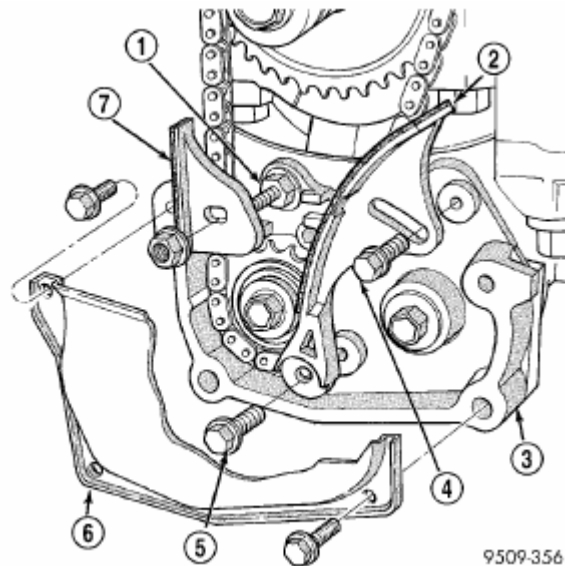
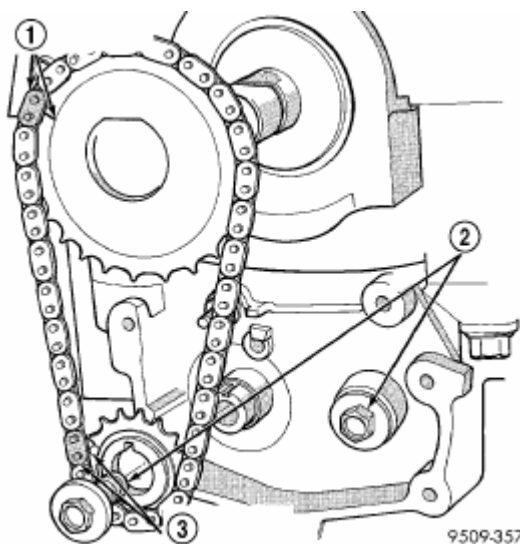
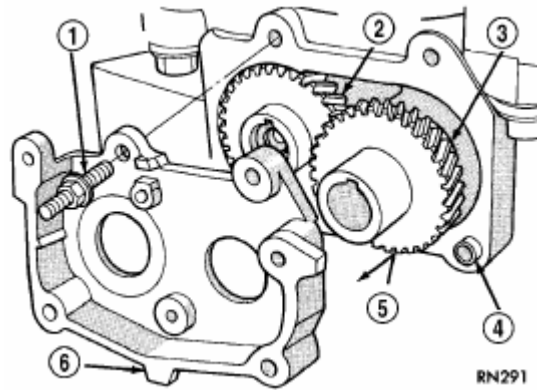

Рис. 113. Крышка цепи, направляющая и натяжитель.
Рис. 114. Приводная цепь и звездочки.
Рис. 115. Крышка шестерен и шестерни.
(3) Снять крышку цепи (Рис.113), болт звёздочки ведущего балансировочного вала и болт шестерни ведомого балансировочного вала (Рис.114).
(4) Ослабить опорный и регулировочный болты натяжителя (Рис.113) и протолкнуть ведущий балансировочный вал внутрь через звёздочку. Звёздочка останется в нижней петле цепи (Рис.114).
(5) Снять болты крепления картера балансировочных валов к блоку двигателя и снять картер.
(6) Снять направляющую, шпильку (Рис.113), крышку шестерён и шестерни (Рис.115).
(3) Установить крышку шестерен и затянуть двустороннюю шпильку с шайбой моментом 12 Н·м (105 дюйм.фунтов-силы) (Рис.115).
(10) Если установка фаз выполнена правильно, установить болты балансировочных валов и затянуть их моментом 28 Н·м (250 дюйм.фунтов-силы) (Рис.114). Поместите деревянный брусок между картером двигателя и противовесом коленвала для стопорения коленвала и шестерен от проворачивания.
(11) Натяжение цепи
(б) Расположить направляющую на двусторонней шпильке, убедиться, что лапка направляющей входит в прорезь на крышке шестерен. Установить шайбу с гайкой и затянуть соединение моментом 12 Н·м (105 дюйм.фунтов-силы) (Рис.113).